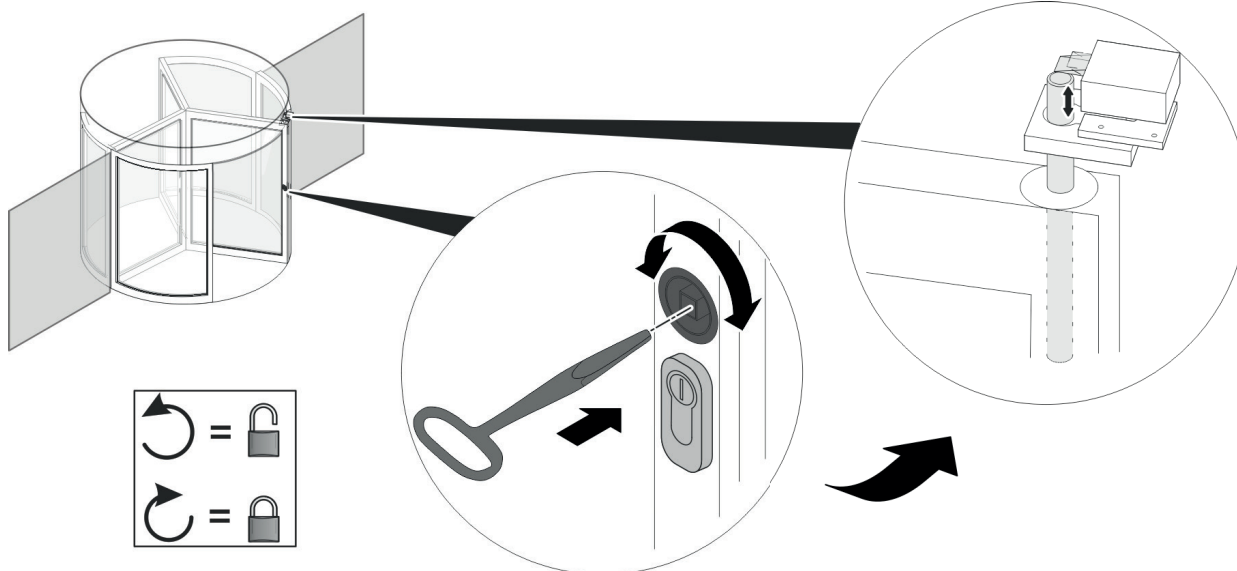

Рис. 5 Блокировка с помощью блокировочной штанги
2. Разблокировка штанги осуществляется посредством ключа/замка (цилиндра) (Рис. 5).
3. Заблокируйте блокировочную штангу с помощью четырёхгранного ключа (Рис. 5).